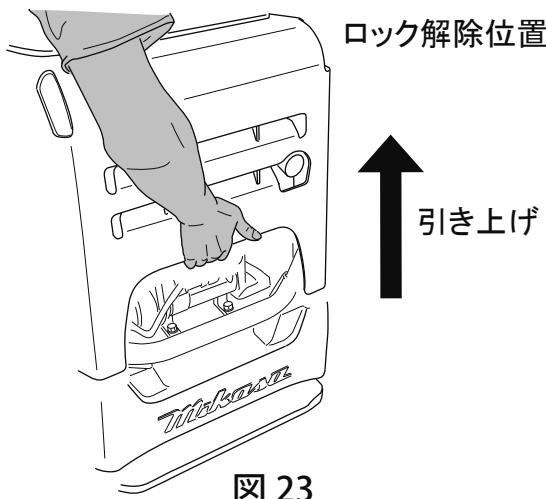

図 23
2. 図の位置(前方)に手を掛けて、ロック解除の位置までフロントカバーを引き上げます。(図23)